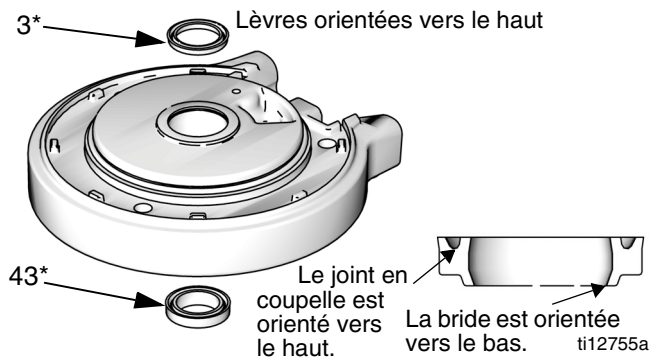

FIG. 12 : Installation d'une coupelle en U de moteur pneumatique
1. Lubrifiez et posez le joint torique (9*) sur le capot supérieur (13).
2. **M07xxx, M12xxx et M18xxx uniquement** : installez l'amortisseur supérieur (29) sur le capot supérieur (13).
3. Lubrifiez l'intérieur du cylindre (11). Abaissez le cylindre (11) sur le capot supérieur (13).
4. Lubrifiez et posez le joint torique (8*) autour du piston (5).
5. Faites glisser l'ensemble de piston (5) dans le cylindre (11). Assurez-vous que le joint torique (9*) reste bien en place.
6. Installez le bouclier (12) autour du cylindre (11) et ainsi que dans la rainure du capot supérieur (13).
7. Consultez la FIG. 12. Lubrifiez et posez un joint de coupelle en U neuf avec bride (43*) dans le bas du roulement dans le capot inférieur (1). La coupelle en U doit être orientée vers le haut et la bride vers le bas. Lubrifiez et posez le joint de coupelle en U neuf (3*) en haut du roulement. Les lèvres doivent être orientées vers le haut.
3 Le joint en coupelle est orienté vers le haut. La bride (joint inférieur uniquement) est orientée vers le bas. Consultez la FIG. 12, page 15.